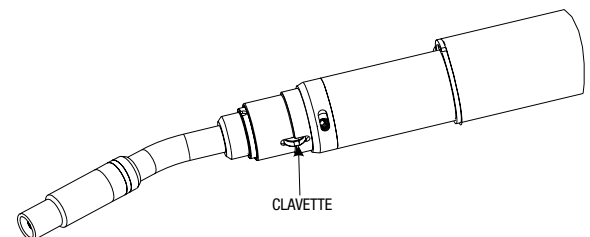

Figure 3-7: Clavette D'Assemblage
21. Desserrer le raccord du dispositif, puis insérer le kit de cartouche du chalumeau et le tube conducteur en position. Placer la clavette qui se trouve sur le kit de cartouche dans le logement correspondant du dispositif jusqu'à ce que le manchon talonne contre la plaque du dispositif. Resserrer le raccord pour immobiliser l'ensemble en place. Voir la Figure 3-7.